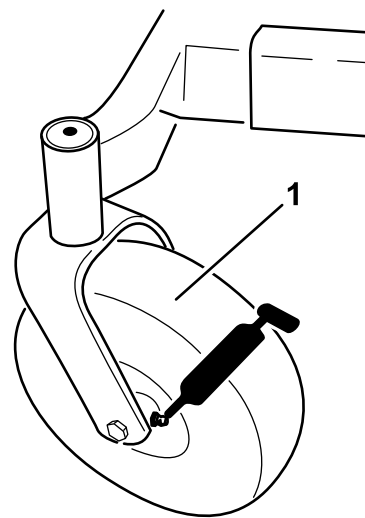

Figure 42
3. Nettoyez les graisseurs (Figure 42 et Figure 40) à l'aide d'un chiffon. Grattez la peinture qui pourrait se trouver sur les graisseurs.
4. Raccordez une pompe à graisse à chaque graisseur (Figure 40 et Figure 42). Injectez de la graisse dans les graisseurs jusqu'à ce qu'elle commence à sortir des roulements.